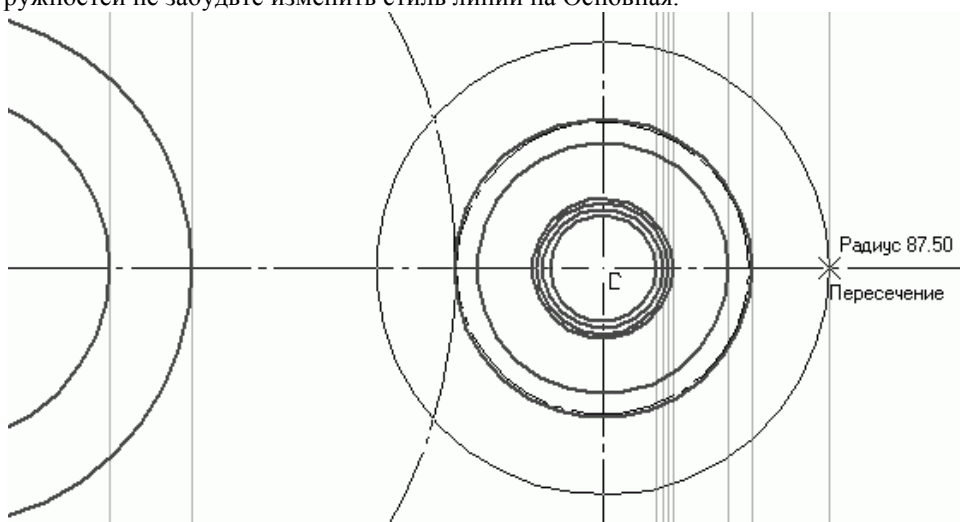

Рис. 2.103. Процесс построения крышек подшипников и выходного конца ведущего вала
3. Создайте в главном виде новый слой с названием Крышки и сделайте его текущим. Сформируйте в нем изображения крышек главного вида, а также фрагмент ведущего вала, торчащий из отверстия сквозной крышки. Это совсем не сложно: просто строите по очереди окружности, привязывая их радиусы к вспомогательным прямым, проходящим через характерные точки вида сверху (рис. 2.103). Перед началом ввода окружностей не забудьте изменить стиль линии на Основная.